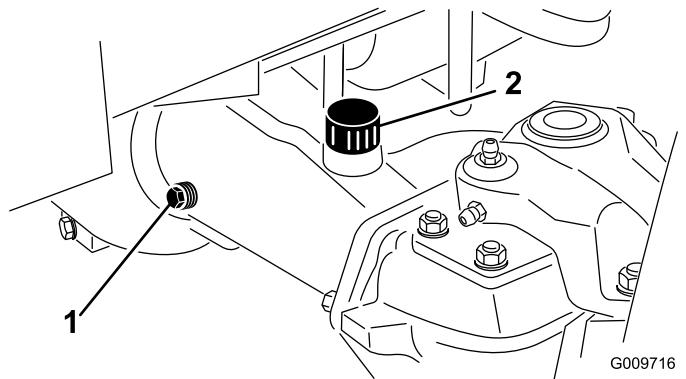

图56
2. 从轴的 1 端取出检查塞 (图56) 确保润滑油向上直至孔的底部。
**注意** 如果润滑剂过少请取出加注塞 (图56) 添加足够的润滑剂直至液位达到检查塞孔的底部。